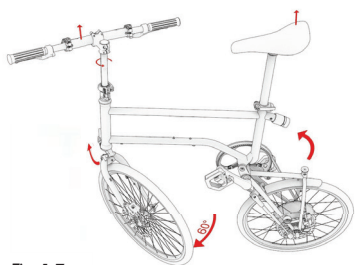

Fig. 1.7
- ⑧ Soulevez maintenant avec précaution le VELLO Bike sur le guidon et sur la selle (Fig. 1.7) Le triangle arrière avec la roue arrière pivote maintenant vers l'arrière.